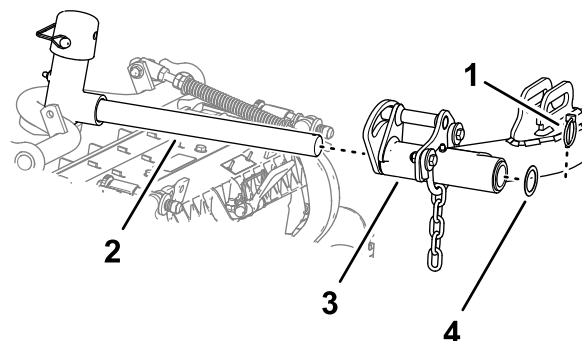

Figura 30
5. Deslize a unidade de corte sob o braço de elevação (**Figura 30**).